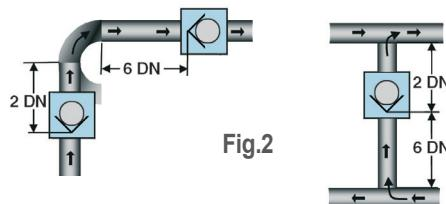

Fig.2
- - Beachten sie die Montagerichtung Fig.2
- Beachten sie die entfernen Fig.2
- - Respecteer de montagerichting Fig.2
- Respecteer de afstanden Fig.2
- - Respeitar o sentido de montagem das válvulas – Fig. 2
- Respeitar as distâncias de instalação – Fig.2